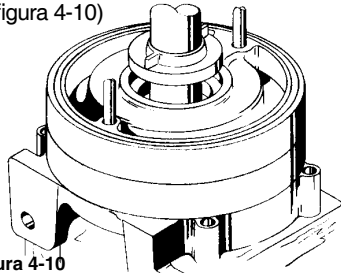

Figura 4-10
12. Resbale un buje inter-etapas sobre el eje. La cara que usa lisa se debe instalar contra el anillo (# 9).(refer para figura 4-10)